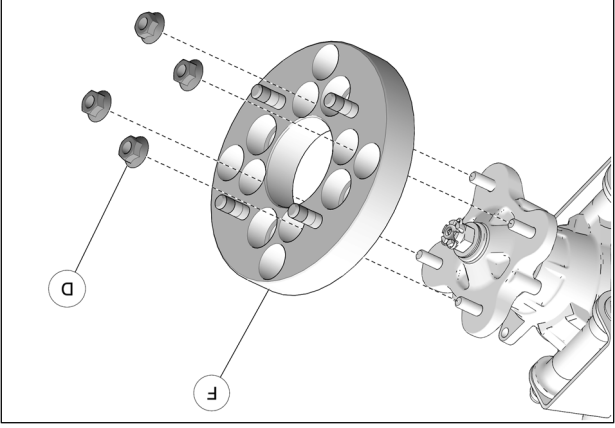

Fig. 14
6. Installer l'espaceur (F) de 25mm (1 po) d'épaisseur sur le moyeu du véhicule. Utiliser les écrous à rebord M10x1.25 fournis (D). Voir la Fig. 14